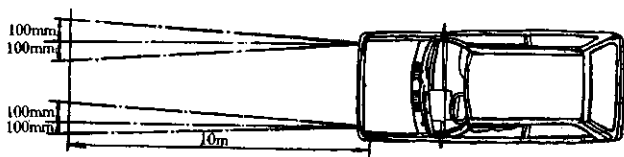

图 4-2-38 水平光束的调整
(3)检查远光(主光束)照射最强点是否在如图 4-2-38 所示范围内。